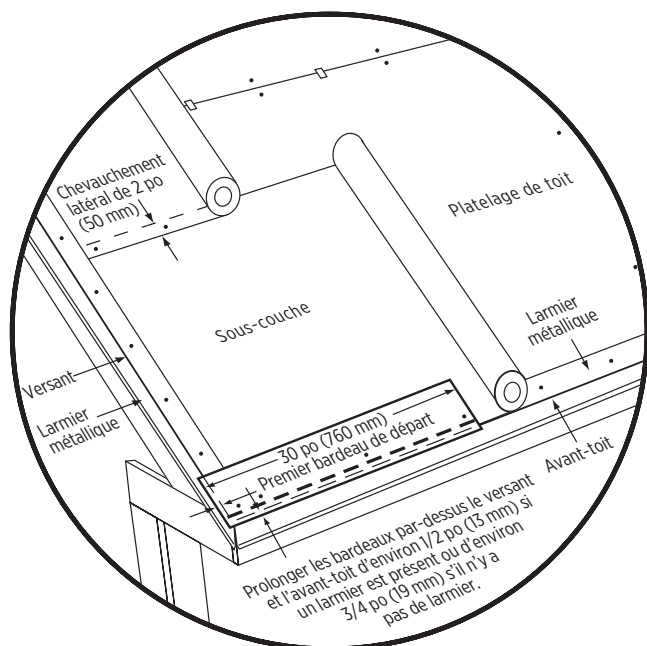

Figure 10-7 : Détails de la sous-couche, du premier bardeau de départ et du larmier pour une pente standard.
3. Continuez la rangée de départ en posant des bardeaux entiers le long de l'avant-toit (Figure 10-7).
2. Coupez 5 po sur toute la largeur du premier bardeau de la rangée de départ et posez la pièce de 31 po restante dans le coin inférieur gauche du toit. Cette bande de départ doit dépasser les rives et les avant-toits de 1/2 po lorsqu'un larmier est utilisé, ou de 3/4 po s'il n'y a pas de larmier (Figure 10-7).